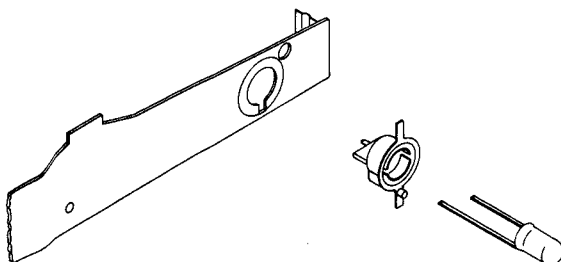

Fig. 2
- 2.5 Neue LED-Diode gemäß Fig. 2 in die Steckfassung einsetzen und die Kappe, die Bedienknöpfe sinngemäß in umgekehrter Reihenfolge der Zerlegung montieren.
- 2.5 Insert new LED diode in plug socket as per fig. 2 and mount dial, cap and control knobs in inverse order.